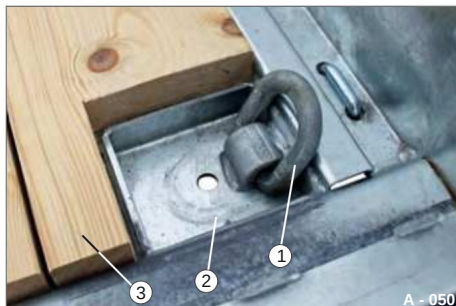

Fig. 54 Anello di ancoraggio ripiegato
• Sollevare l'anello di ancoraggio (Fig. 54/1)